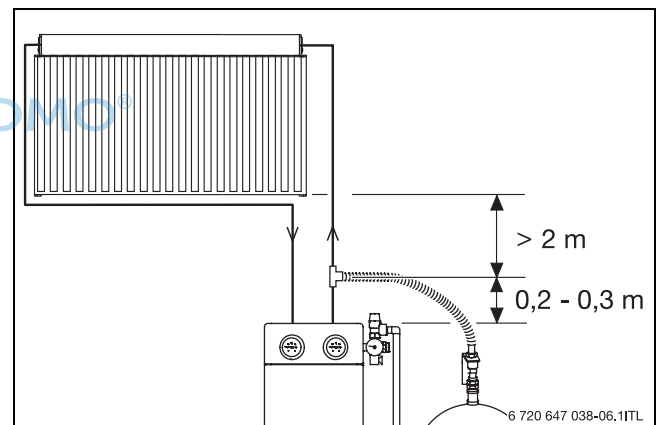

Bild 3 Mindestabstände
- Wenn die Anlage zur Heizungsunterstützung dient oder der Anlagendeckungsgrad für die Trinkwasserbereitung mehr als 60 % beträgt, ein Vorschaltgefäß vor dem Ausdehnungsgefäß (AG) montieren.
- Das Ausdehnungsgefäß (AG) mit einem T-Stück 20-30 cm oberhalb der Solarstation im Rücklauf montieren (→ Bild 3).
- Der Abstand zwischen Solarstation (Anschluss AG) und Unterkante Kollektorfeld muss mindestens 2 m betragen (→ Bild 3).